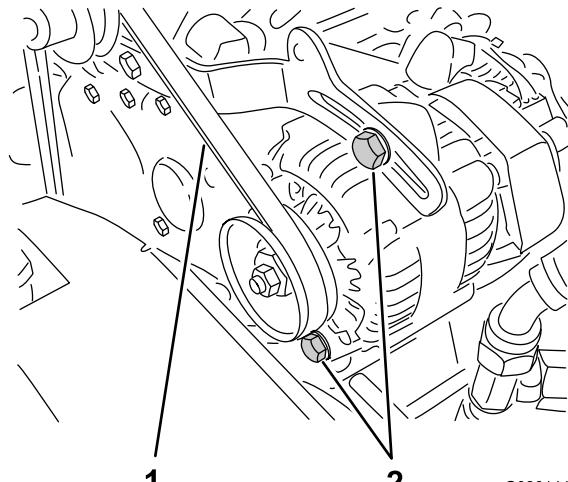

Figure 67
2. Contrôlez la tension de la courroie en exerçant une force de 10 kg sur le brin à mi-chemin entre les poulies d'alternateur et de vilebrequin (Figure 67).
- A. Desserrez les 2 boulons de fixation de l'alternateur (Figure 67).
- B. A l'aide d'un levier, tournez l'alternateur jusqu'à ce que la tension de la courroie soit correcte, puis resserrez les boulons de fixation (Figure 67).